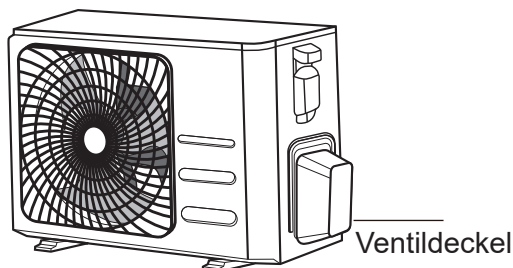

Abb. 6.9
1. Schrauben Sie die Abdeckung von der Platte des Außengeräts ab. (Siehe Abb. 6.9)